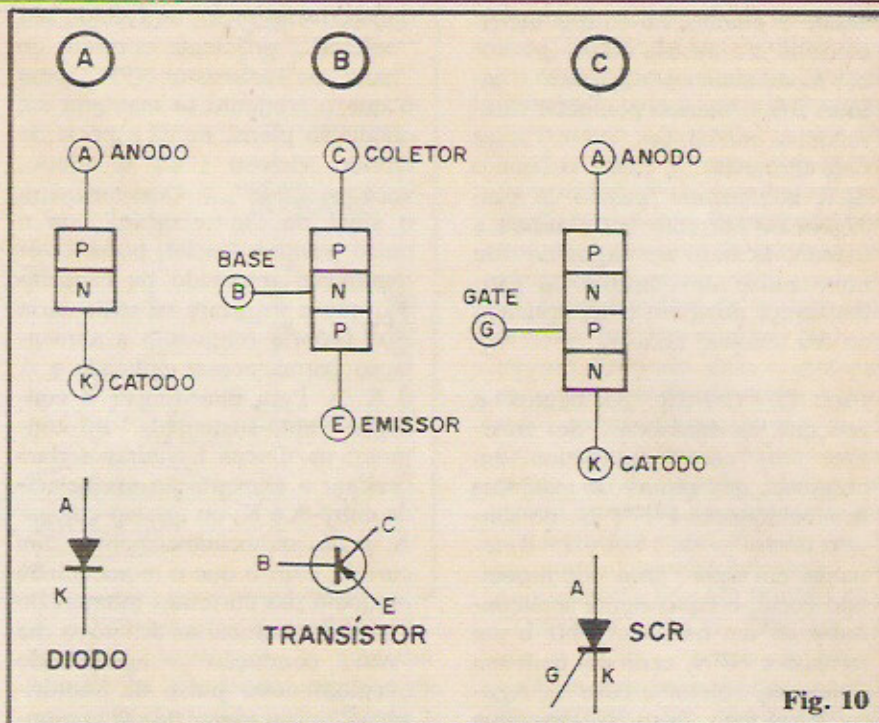

Fig. 10
- FIG. 10 - Comparação das estruturas semicondutoras dos DIODOS, TRANSÍSTORES bipolares e TIRÍSTORES (SCR)... Enquanto o DIODO (10-A) apresenta uma única junção PN, permitindo a circulação da corrente (sen-
tido convencional) de **ânodo** para **cátodo**, o transistor (no caso um PNP) tem o fluxo de corrente entre **emissor/coletor** condicionado pela corrente aplicada entre **base/emissor** (o transistor bipolar comum apresenta, então, **duas** junções semicondutoras...) e desde que a polarização de **base**, em Tensão, exceda o "degrau" de 0,6V do "diodo" **base/emissor** (fig. 10-B), sem o que não poderá haver corrente de excitação, e o componente não "liga" nem "começa" a atuar na sua chamada região linear... Já um SCR mostra uma estrutura semi-condutora interna com 4 camadas ou blocos, alternando-se a polaridade dos materiais (P-N-P-N)...